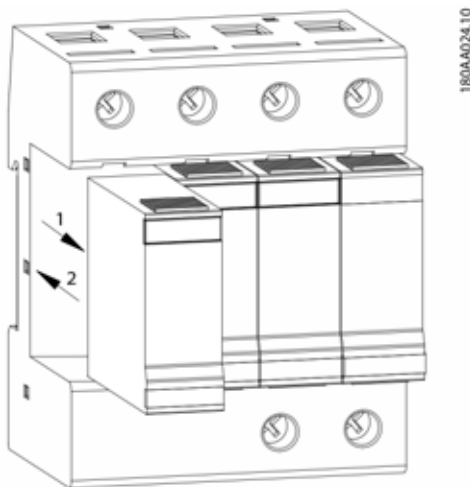

Imagen 1.2: descargadores de sobretensión para CA (3)
1. Introduzca los nuevos descargadores de sobretensión hasta que encajen. Consulte la posición (1) en la imagen 1.2 y la (2) en la 1.3.